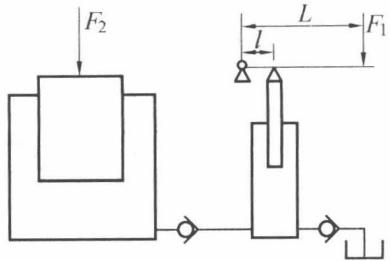

图 1.1 例题图
1. 液压千斤顶工作简图如图 1.1 所示。小活塞直径 $d=15 \text{ mm}$, 行程 $S_1=10 \text{ mm}$, 大活塞直径 $D=60 \text{ mm}$, 重物产生的力 $F_2=48 000 \text{ N}$, 手压杠杆比 $L:l=750:25$ 。试求: